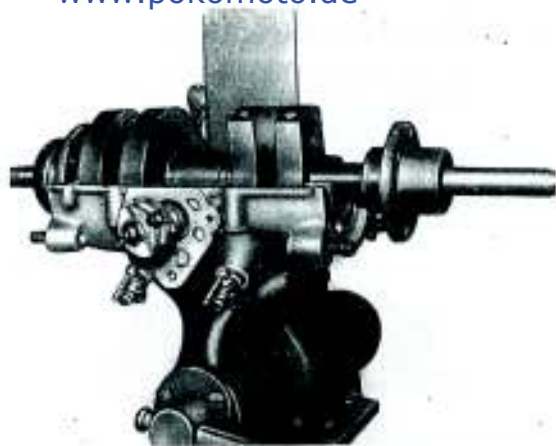

Bild 51. Flansch am magnetseitigen Wellenstumpf aufstecken
10. Flansch am magnetseitigen Wellenstumpf mittels Aufsteckhülse aufstecken (Bild 51).